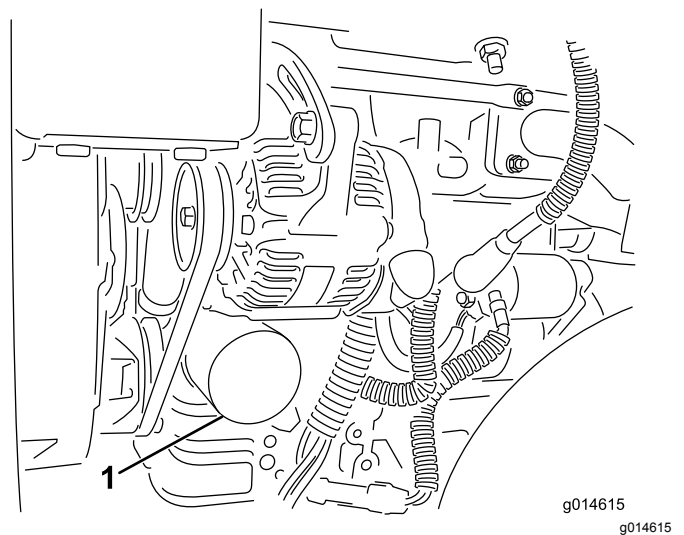

图41
2. 拆下机油滤芯图41。在新的滤芯垫片上涂上薄薄一层干净油。